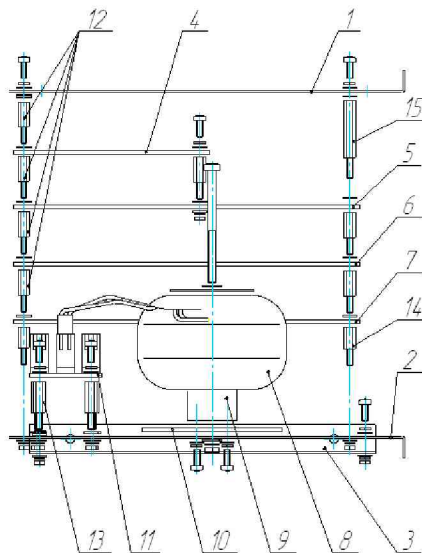

Рисунок 3.10 - Сборка блока монтажного блока высоковольтного
3.6.5.4 Сборка блока монтажного изображена на рис. 3.10.